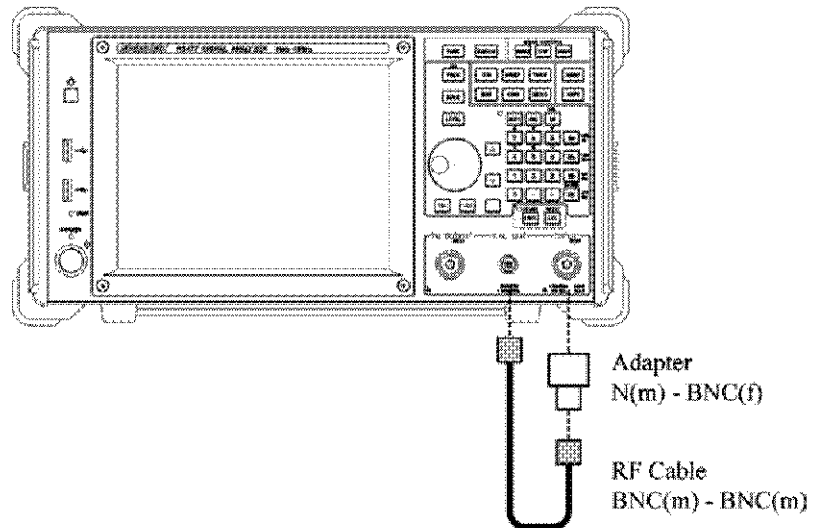

図 3-11 オート・キャリブレーション
- 標準付属品の N(m)-BNC(f) アダプタ、人力ケーブル (A01037-0300) を使用し、図 3-11 のように接続します。